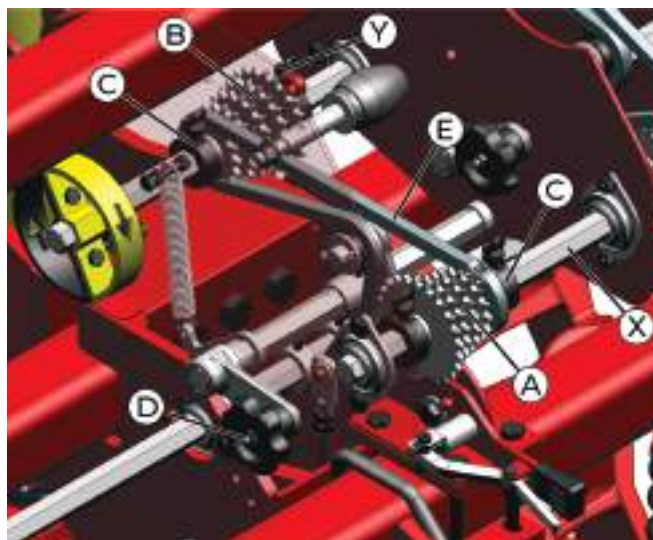

fig. 61
A regulagem da distribuição da semente é realizada através do recâmbio das rodas dentadas (fig. 61) Z14-Z16-Z18-Z20-Z24 (A) do eixo "X" com as rodas dentadas Z15-Z17-Z19-Z21-Z23 (B) do eixo "Y". Afrouxe as buchas batentes (C) para deslocar as rodas dentadas pelos eixos até a posição ideal.